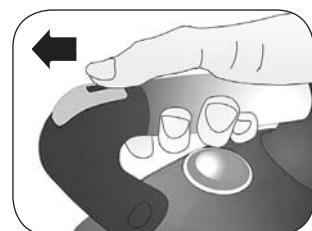

Abb. 7
- 6 Um den Dampfausstoß zu unterbrechen, muss man den Schalter entriegeln (D). Die Verriegelung (E) (Abb. 7) nach vorne schieben.